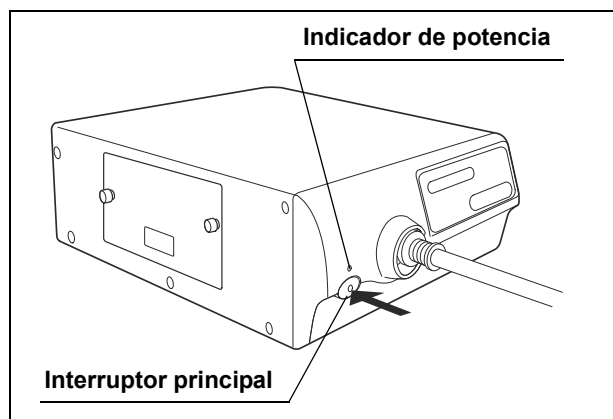

Figura 4.16
1. Pulse el interruptor principal para apagar la fuente de luz. El indicador de potencia no se ilumina (véase la figura 4.16).